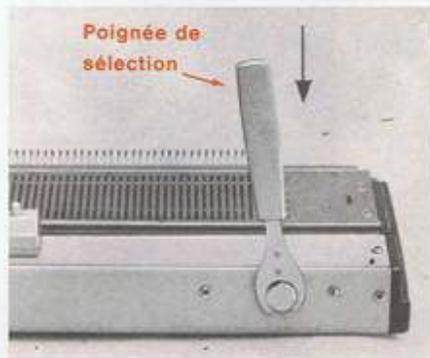

Fig. 9
12) Introduire la poignée de sélection dans les encoches du bouton de manœuvre qui se trouve à l'arrière gauche de la machine à tricoter (fig. 9).